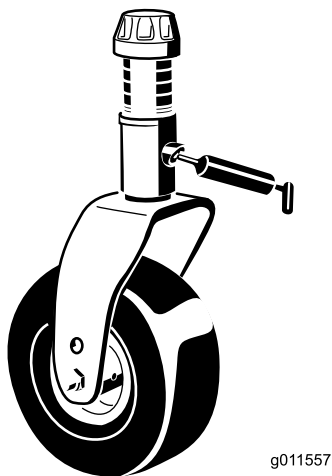

Figure 77
- 2 bagues d'axe de chape de roue pivotante (Figure 77)